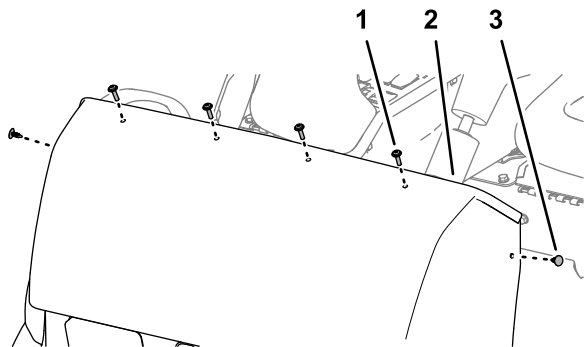

図 140
2. 2つの押し込み式ファスナーを使って、フードをダッシュ サポートに組み付けます (図 140)。
3. プラスなベネジ (1/4 x 1") 4本を使って、フードをダッシュ サポート (図 140) に固定します。